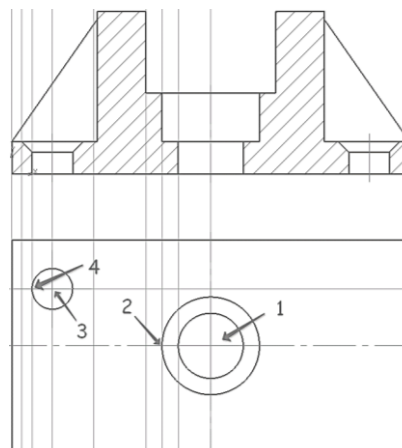

Рис. 130. Построение окружностей
12.3 Для построения окружности проточки укажите точку 1 центра окружности и точку 2 на окружности (рис. 130).
12.4 Для построения крепежного отверстия укажите точки 3 и 4 (рис. 130).